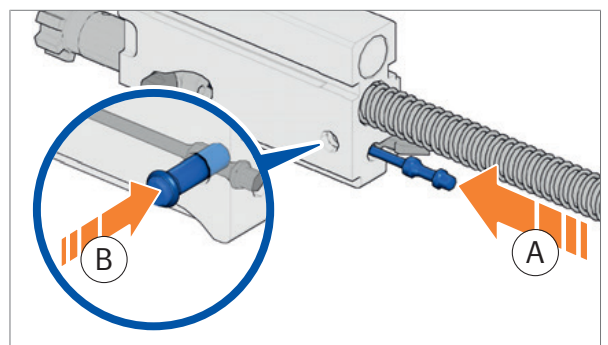

Abb. 122: Schlagbolzen einsetzen
4. Schlagbolzen in den Verschlusssträger einsetzen (Abb. 122).
5. Haltebolzen in den Verschlusssträger drücken (Abb. 122).